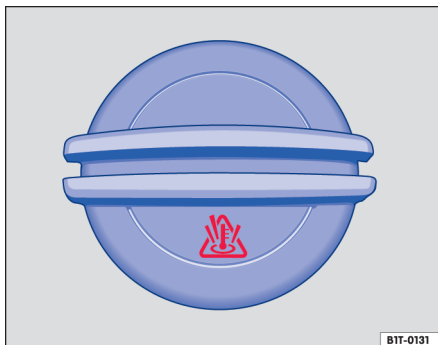

图 140 冷却液补偿容器盖
- 为防烫伤，用厚布包住膨胀罐盖 $\Rightarrow$ 图 140，然后慢慢拧下膨胀罐盖 $\Rightarrow$ 。